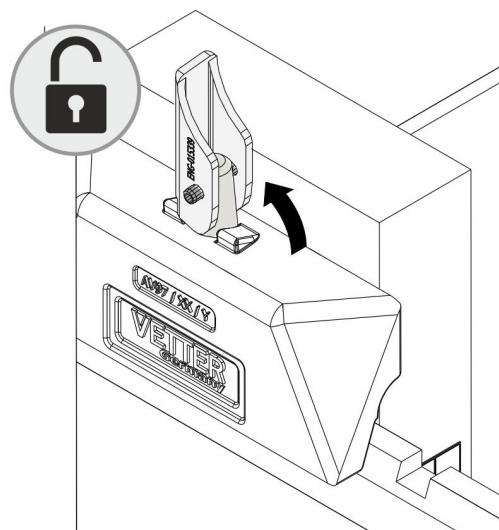

Abb. 14: Arretierung offen
2. ➔ Arretierung der ManuTel® G2 durch Anheben des Arretierungshebels öffnen (Abb. 14).